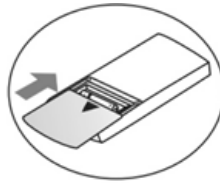

Fig.3
- Reinserrire il coperchio nel vano batterie (osservare la direzione della freccia nella fig.3).